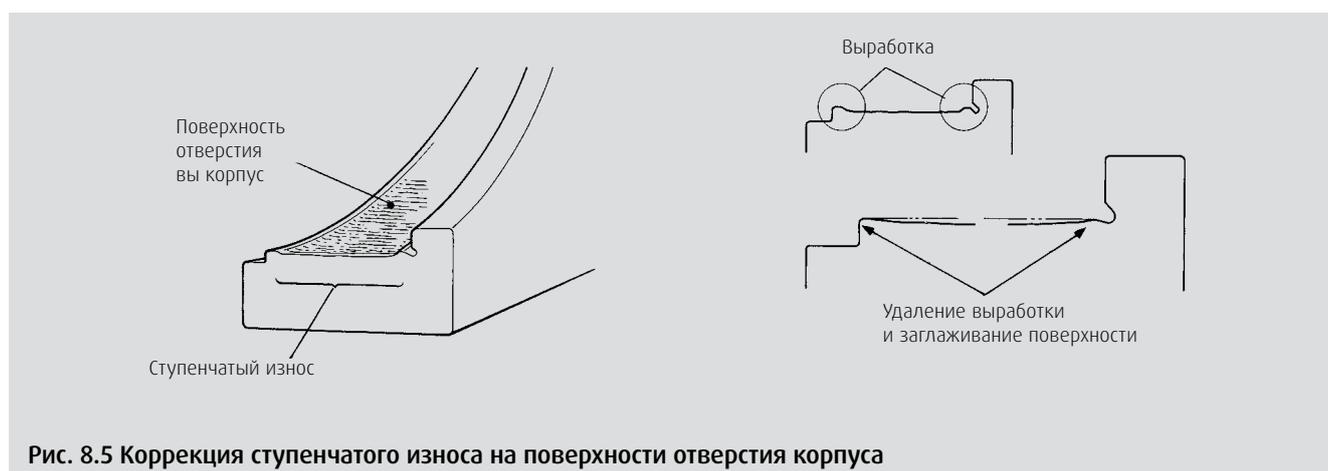

Рис. 8.5 Коррекция ступенчатого износа на поверхности отверстия корпуса
- › При наличии ступенчатого износа (**Рис. 8.5**) после измерения размеров отверстия корпуса решите возможно ли его повторное применение. В случае если размеры окажутся вне допуска, обработайте поверхность бруском с маслом, либо наждачной бумагой, затем проведите повторные измерения. Если размеры окажутся в допуске, то возможно повторное применение корпуса. Если ступенчатые повреждения сильно выражены, следует применять другие меры по их устранению перед повторным использованием.
(3) Антикоррозионная смазка
- › При наличии ступенчатого износа (**Рис. 8.5**) Замерив размеры отверстия корпуса, определите возможность коррекции. В случае если размеры окажутся вне допуска, обработайте поверхность шлифовальным бруском и/или наждачной бумагой, затем проведите повторные измерения. Если размеры окажутся в допуске, то возможно повторное применение корпуса.